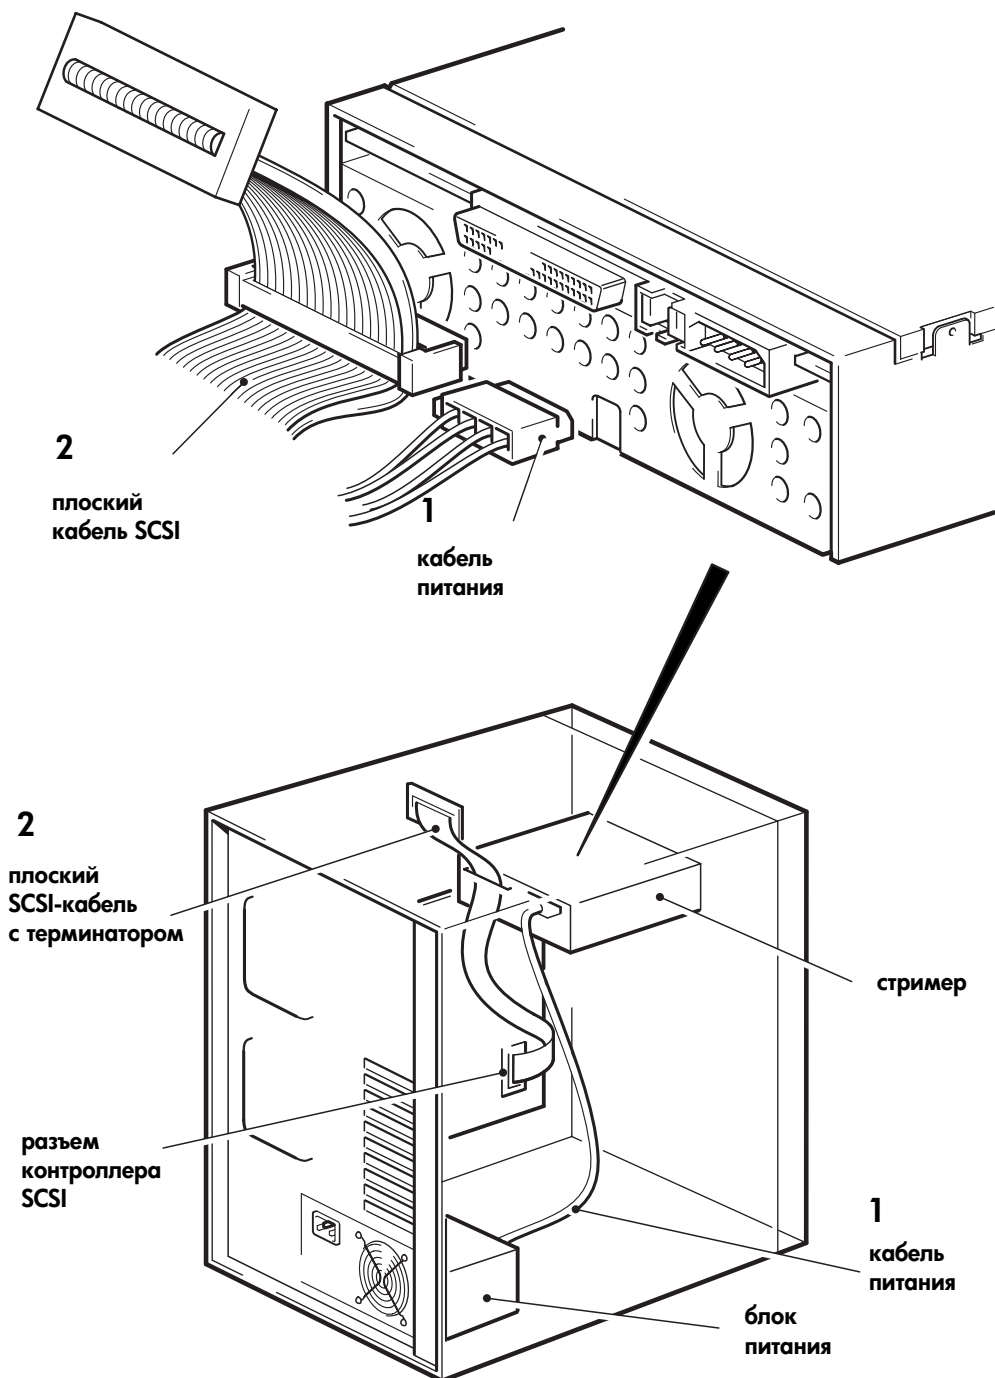

Рис. 7. Подключение кабеля питания и SCSI-кабеля
- 2 Подключите свободный кабель от внутреннего блока питания сервера к соответствующему разъему стримера (см. Рис. 7, п. 1).
- 3 Подключите свободный разъем плоского SCSI-кабеля главного адаптера сервера к SCSI-разъему стримера (см. Рис. 7, п. 2).
Если главный адаптер является первым устройством на шине, необходимо проверить, подключен ли терминатор к последнему устройству (см. Рис. 7, п. 2).